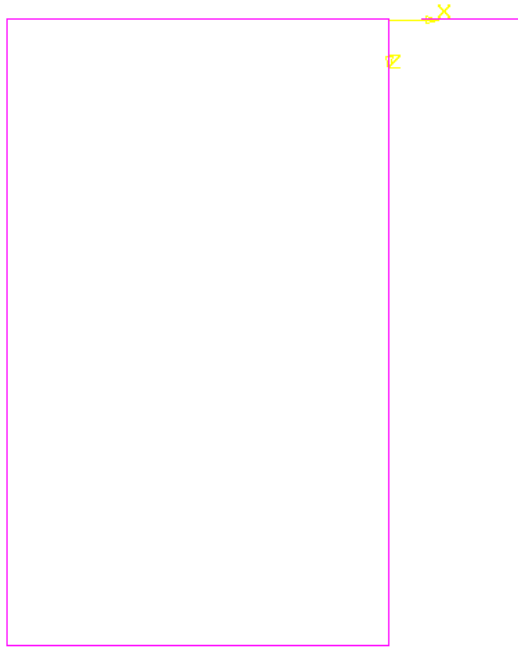

Рис. 4.8. Замкнутая траектория Прямоугольник, Горизонтальная плоскость, вид Сверху. Масштаб отображения 0,5.
3.7. Установите масштаб отображения 0,5. Постройте траекторию **Прямоугольник**, как показано на рис. 4.8.